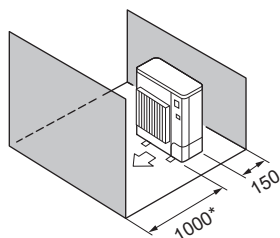

Fig. 2-11
(5) Kun forhindringer foran og bagved (Fig. 2-11)